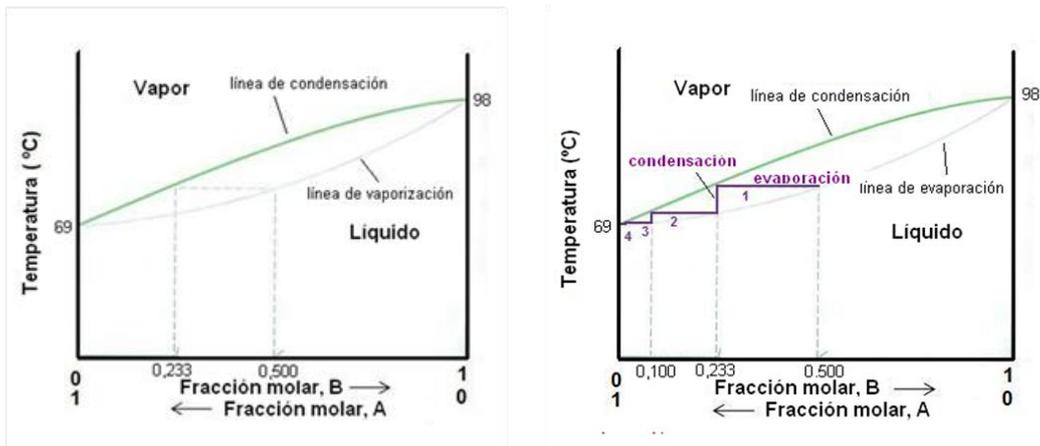

Figura 14. Diagrama de destilación de la mezcla de A y B: simple (izquierda) y fraccionada (derecha)
8.3.2. Los procesos de destilación pueden describirse de forma gráfica mediante diagramas de destilación. La figura 14 muestra los diagramas de destilación, simple y fraccionada respectivamente, de una mezcla ideal de dos compuestos A y B, a presión atmosférica: